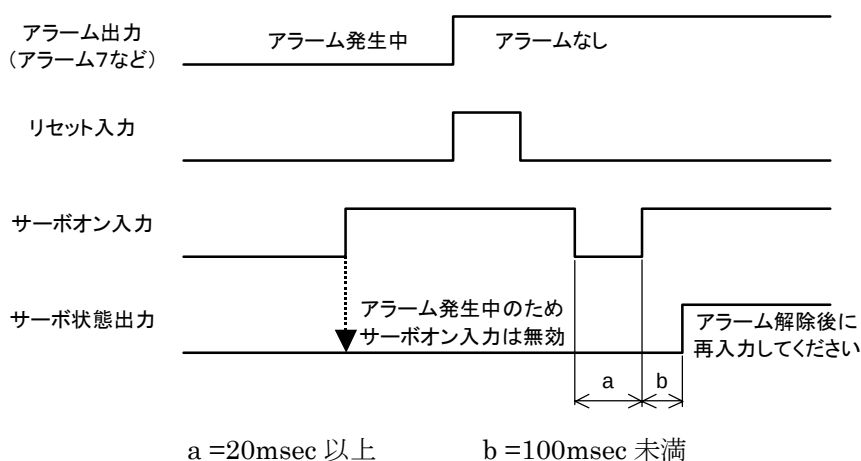

図 5.12 アラーム発生時のサーボオン入力
- アラーム発生時および非常停止入力を入力中は、本機能は無効となります。(図 5.12)